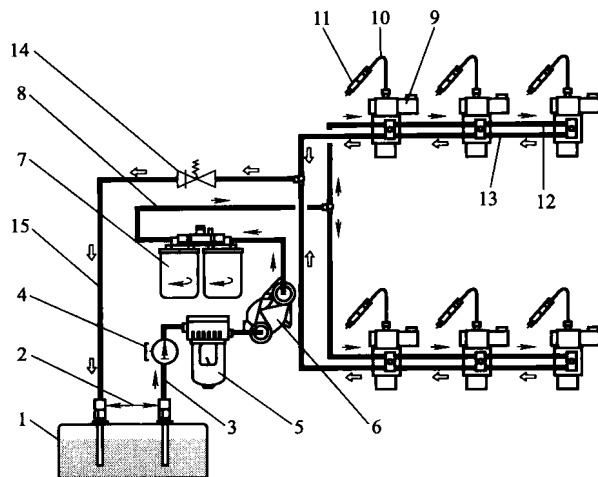

图 1-5 TCD2015V06 电控单体泵喷油系统示意图
③ 电控柴油机 在国内使用较为广泛的道依茨电控柴油机主要是 BFM2012、BFM1013 和 TCD2015V06 等系列电控单体泵柴油机（如图 1-5 所示）。这类柴油机排放指标完全满足欧Ⅲ标准。